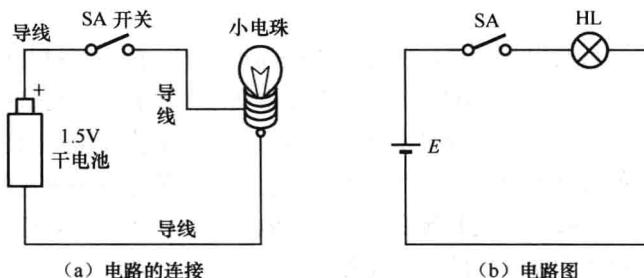

图 1-1 电路与电路图
为了便于说明，以直流电路为例，如图 1-1 (a) 所示，用导线把一个小电珠的两端与一节干电池的正、负两极分别连接起来，当电源开关 SA 闭合后，小电珠就会点亮。从图中可以看出，干电池、小电珠、开关以及连接这几只元器件的导线就构成了一个最简单的电路。其中，干电池是电能的供出者，故被称为电路的电源，而小电珠则是消耗电能的，叫做电路的负载，SA 开关用于控制电源与负载间的通路，故称为控制器（开关），电能通过连接导线从电源送往负载。
使用统一规定的电气图用规定的图形符号来表示电路连接情况的图叫做电路图。图 1-1 (b) 就是图 1-1 (a) 的电路图。有了电路图，我们就可以比较方便地了解电路的结构和组成情况，为掌握电气设备的性能及查找故障提供了便利。
通路又称为闭合电路，简称闭路。此时电路有工作电流流动，负载可以正常工作。例如图 1-1 (a) 中的 SA 接通后，就形成了闭合电路，电流从电池 E 正极输出，通过接通的 SA 开关、小电珠 (HL) 回到干电池负极，使 HL 点亮发光。
开路指电路中某处断开不成通路的电路。开路也称断路，例如，图 1-1 (a) 中的开关 SA 断开，此时电路中无电流。